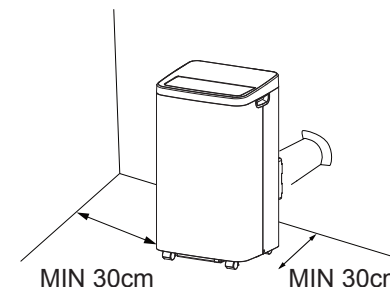

Fig. 5
Indien nodig kan uw apparaat ook semipermanent worden geïnstalleerd (fig. 5). Ga als volgt te werk:
- Stop het andere uiteinde van de slangmontage in de accessoire die u eerder op de muur hebt bevestigd zoals weergegeven in (fig. 5)